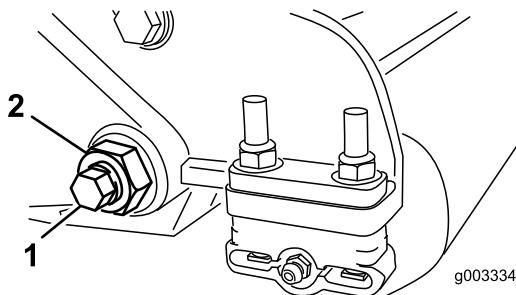

Figure 30
- De chaque côté de la machine, desserrez le contre-écrou de fixation du boulon de la barre d'appui (Figure 30).
- Retirez les boulons de la barre d'appui de façon à pouvoir abaisser la barre et la déposer de la machine (Figure 30). Mettez de côté les 2 rondelles en nylon et